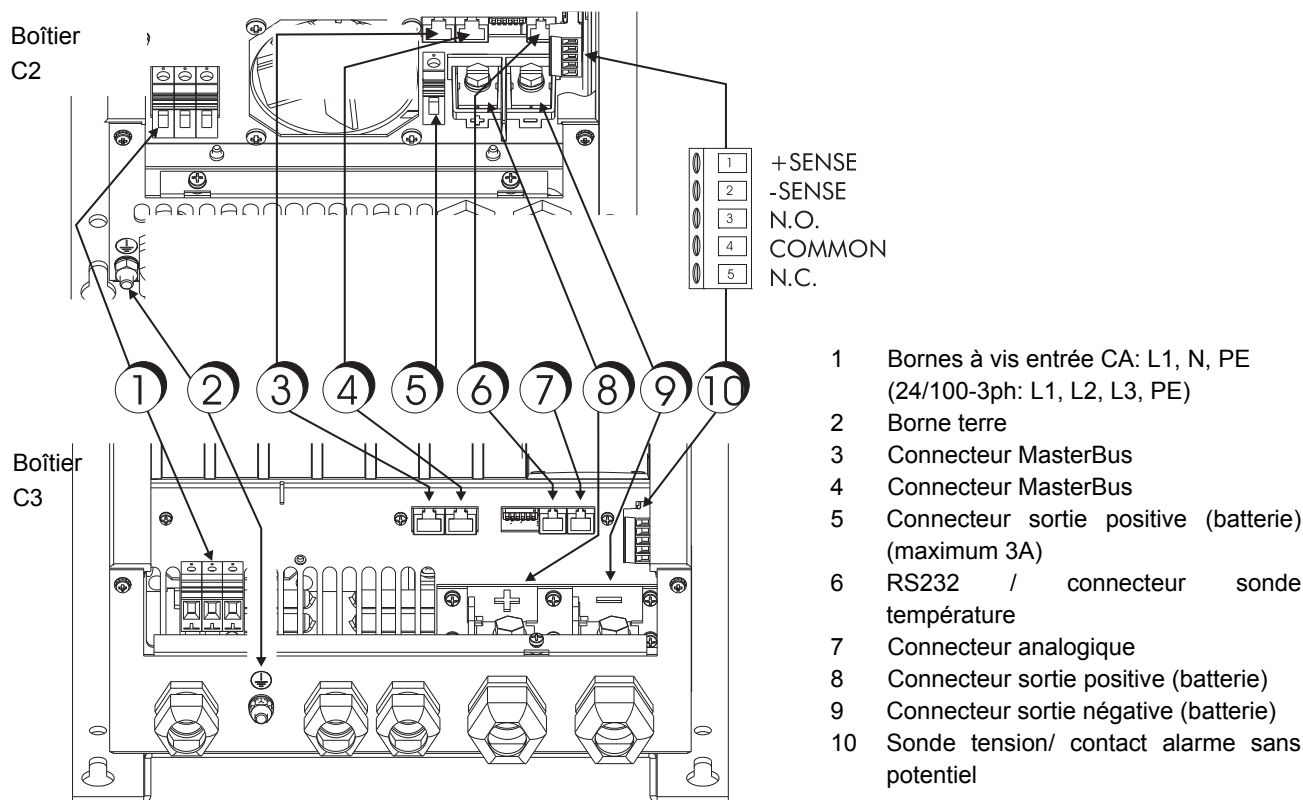

Figure 7: Vue d'ensemble connexions chargeur Mass
- 4 Compensez la chute de tension due au Répartiteur de charge en changeant le paramétrage du commutateur DIP 4 (voir fig. 7).
La sonde de température en série est fournie avec un câble de 6 mètres et un ruban à double face pour une installation facile. Déterminez l'endroit le plus chaud sur le groupe de batteries, puis nettoyez-le et dégraissez-le. Enlevez le morceau de papier du ruban et collez la sonde sur la batterie. Branchez le câble modulaire dans l'une des deux cosse à droite du chargeur (voir fig. 7). Peu importe laquelle, les deux ("RS232" et "analog") conviennent. Il n'est pas nécessaire de raccourcir le câble. Quand vous voulez le raccourcir de toute façon, prenez note de la polarité de la fiche et utilisez l'ancien connecteur comme exemple.
Pour obtenir une réduction substantielle de la durée de charge, vous pouvez compenser l'affaiblissement des câbles de batterie en utilisant la fonction de détection. Utilisez des fils de 0,75 mm² de préférence rouges et noirs, et protégez-les avec des fusibles de 2A à action retardée. Connectez les fils avec les deux cosse supérieures du connecteur vert sur le côté droit du boîtier (voir fig. 7). Faites très attention à la polarité des fils, rouge sur +S (Détection +) et noir sur -S (Détection -). Connectez ensuite l'autre côté des fils : noir sur le pôle négatif de la batterie et rouge sur le côté batterie du fusible du chargeur.